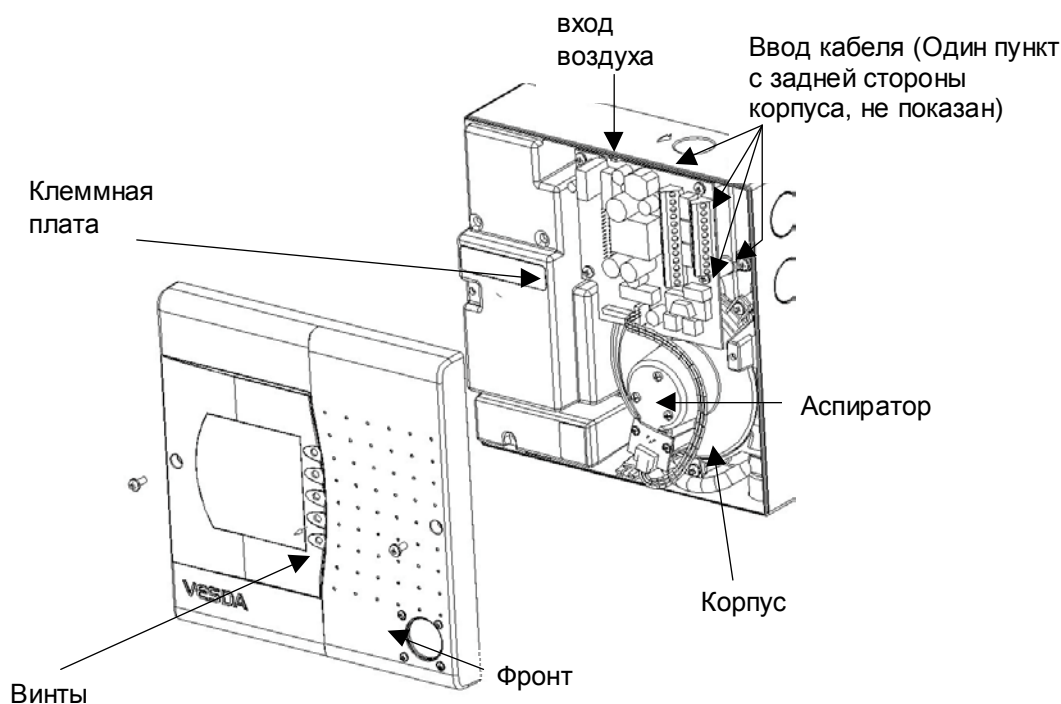

Рис.4 LaserCOMPACT со снятым фронтом (нормальная ориентация).
- а) Выберите предполагаемые отверстия для ввода кабеля, См. Рис. 4